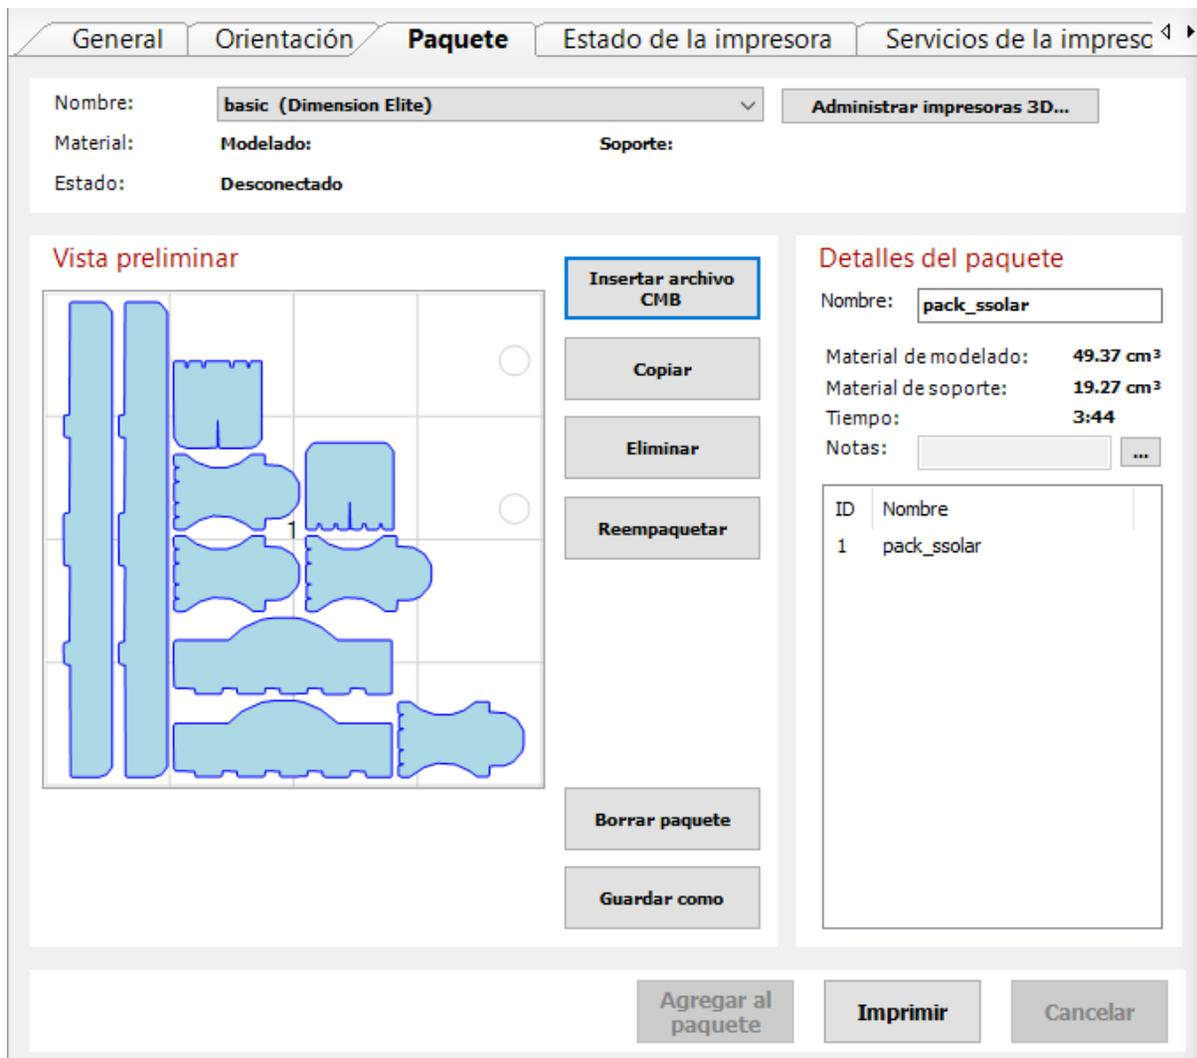

Figura 2.26 Detalles del paquete.
- Los detalles del paquete aparecerán en la pestaña de **Paquete** (Figura 2.26).